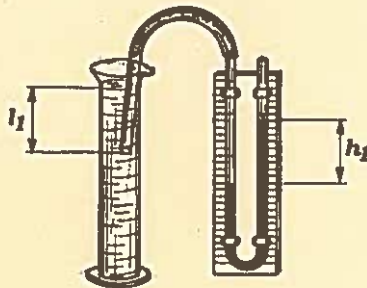

fig.1
c) - Portare l'estremità del tubo ad una profondità pari a 5 cm; il manometro segna un dislivello (l_1) (V. fig. 1).